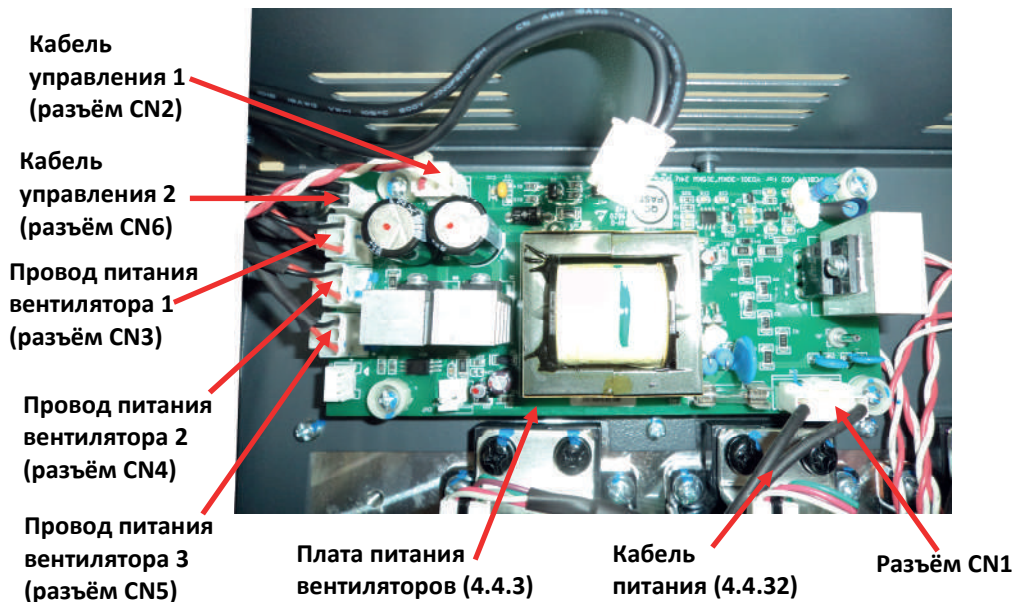

Рис.4.14
- 4.10.12. Отсоединить провода питания вентиляторов от разъёмов CN3, CN4, CN5 платы питания вентиляторов (рисунок 4.14) .
- 4.10.13. Отсоединить от разъёма CN2 кабель управления 1 (4.4.35) (рис.4.14).
- 4.10.14. Отсоединить от разъёма CN6 кабель управления 2 (4.4.35) (рис.4.14).
- 4.10.15. Отсоединить кабель питания (4.4.32) от разъёма CN1 платы питания вентиляторов (рисунок 4.14).